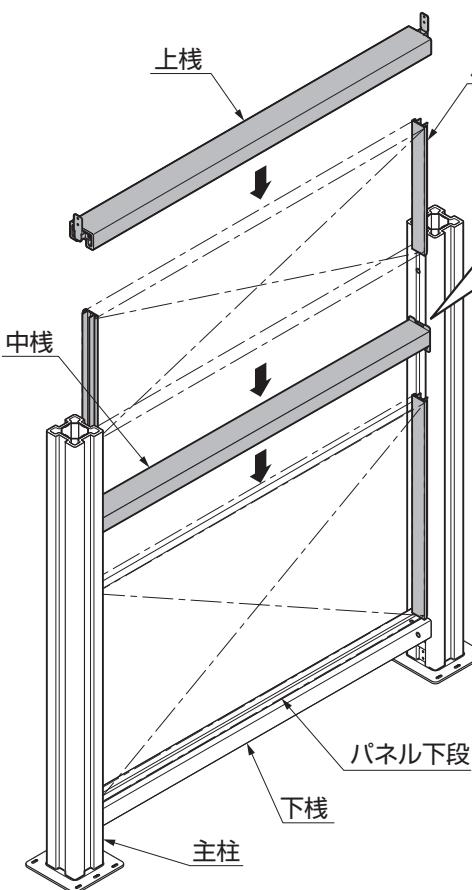

図4-2
①中棟のネジ穴を下側にして、支柱溝部に取付けてください。
②中棟の下側溝をパネルに合わせて組付位置を決めてください。(図4-2参照)